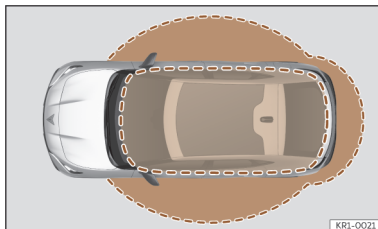

Fig. 68 Keyless Access: zonas de proximidade.
- O veículo destranca-se quando a chave da ignição se deteta numa área próxima >>> **Fig. 68**. Todos os indicadores de direção se acendem duas vezes.